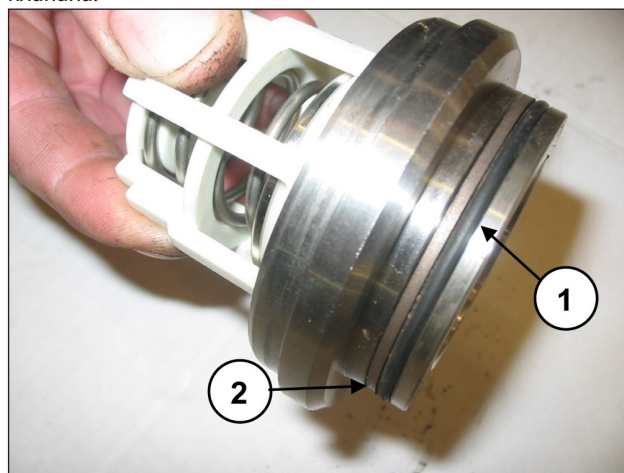

Рис. 117
Установите уплотнительное кольцо поз. №5 на детализовочном чертеже (поз. ①, Рис. 117) и антиэкструзионное кольцо поз. №15 на детализовочном чертеже (поз. ②, Рис. 117) в гнездо нагнетательного клапана.